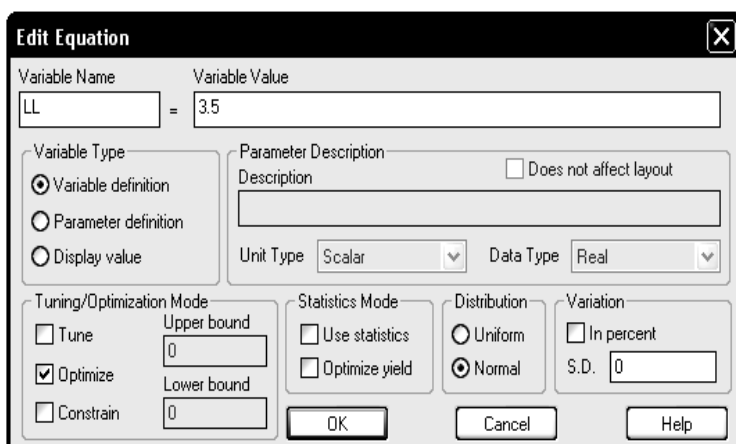

Рис. 2.26
- Откройте окно схемы. Щёлкните правой кнопкой мышки по переменной **LL=3.5** и выберите **Properties**. Откроется окно редактирования переменной **Edit Equation** (рис. 2.26). В поле **Variable Name** отображается имя переменной, а в поле **Variable Value** отображается значение этой переменной. При желании здесь вы можете изменить имя переменной и её значение. В области **Tuning/Optimization Mode** (режим настройки/оптимизации) отметьте **Optimize**. На вариации значений длины мы не будем накладывать ограничений, поэтому не отмечайте **Constrain** (Ограничить). Нажмите **OK**.